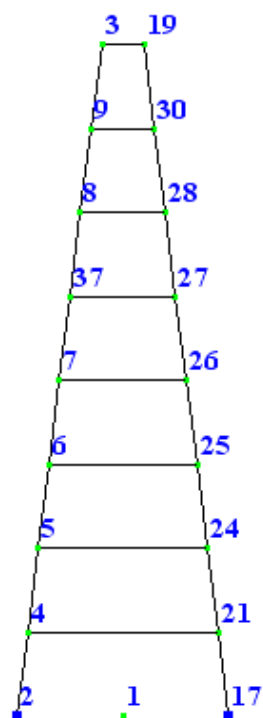

Рис.5.15. Схема части башни в проекции на плоскость XOZ
- На рис.5.15 представлена полученная расчетная схема части башни в проекции на плоскость XOZ.